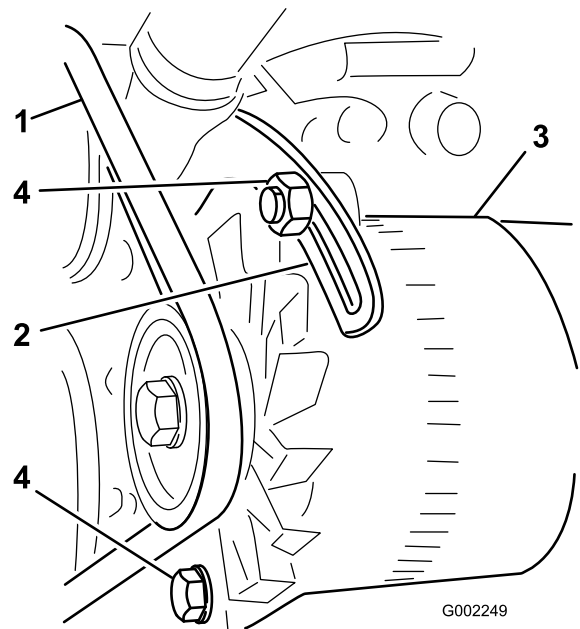

Figura 88
3. Afloje los pernos que fijan el tirante al motor y el perno que fija el alternador al tirante (Figura 88).